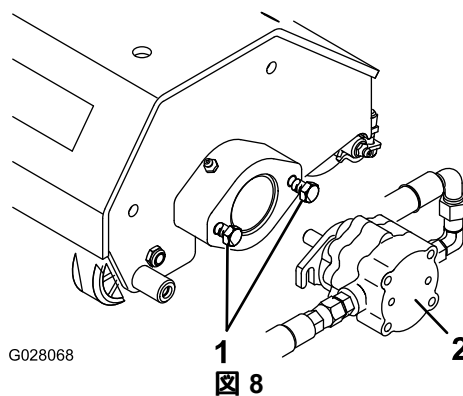

図 8
- A. リールモータ固定用の取り付けねじとワッシャをゆるめる。各取り付けねじの頭部がおよそ10mm突き出した状態にする 図 8。